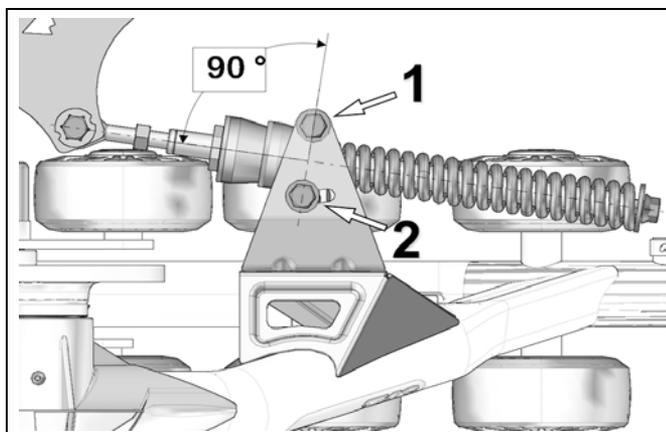

Figure 15
- Positionner le support pivotant de l'ancrage anti-rotation à 90° (perpendiculaire) au bras stabilisateur. Serrer ensuite les deux boulons de fixation de l'ancrage anti-rotation (1) et (2) à un couple de 50 N-m. Voir la Figure 15.